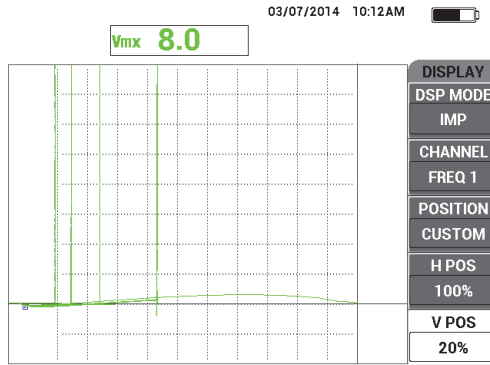

図 5-43 異なる厚さの垂直線
5. 各シムの厚さ（1.5mm、1.0mm、および 0.5mm）でステップ 4 を繰り返します。これにより、それぞれの塗装の厚さに対して垂直線が表示されます（159 ページの図 5-43 参照）。